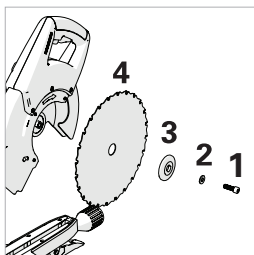

Fig. 41 Vista del
- Utilice la llave hexagonal facilitada para soltar el tornillo del eje y retirar la arandela, la brida de la hoja y la propia hoja del eje. **(Fig. 41)**